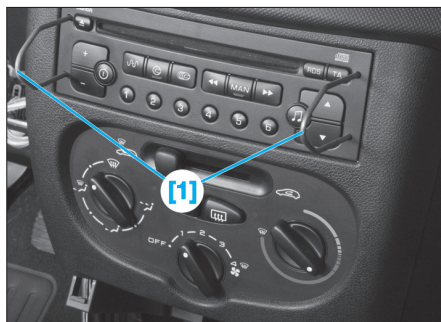

Fig. 21
- Extraire l'autoradio de son logement à l'aide des épingles [1] (Fig.21).